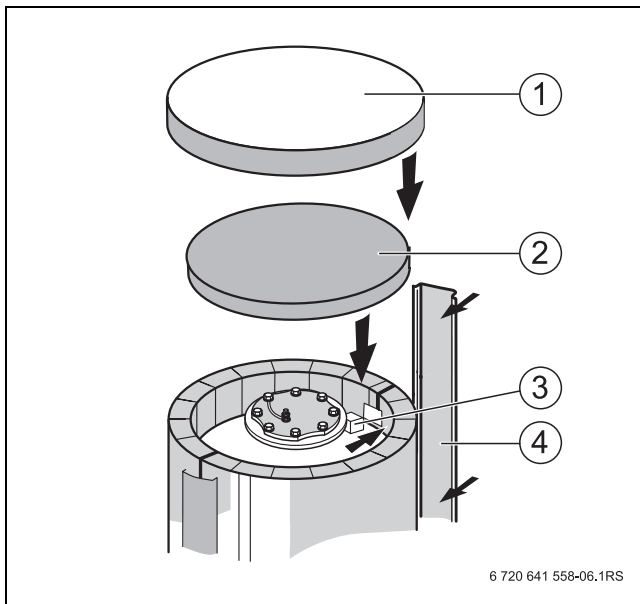

Рис. 10 Верхняя теплоизоляция
- ▶ Снимите крышку бойлера и верхнюю теплоизоляцию (→ рис. 10, стр. 11).